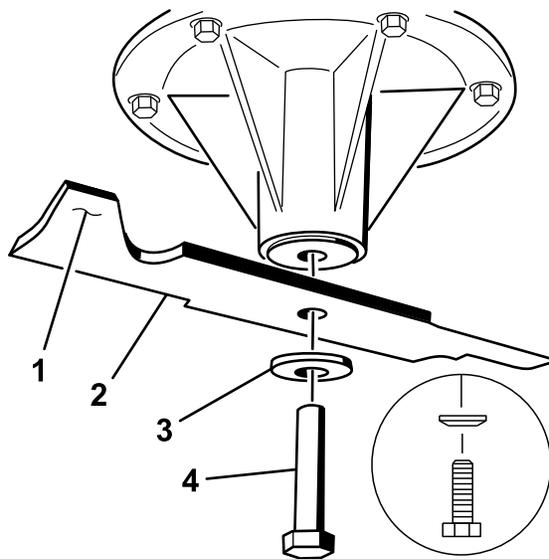

Figura 91
2. Retire del eje el perno de la cuchilla, la arandela curva y la cuchilla (Figura 91).
- Si la cuchilla no está equilibrada, rebaje algo el metal en la parte de la vela solamente con una lima (Figura 91).